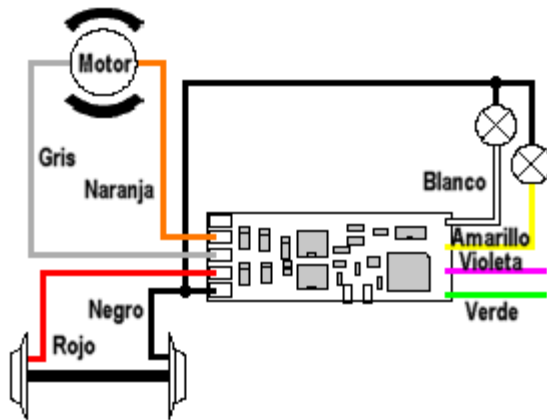
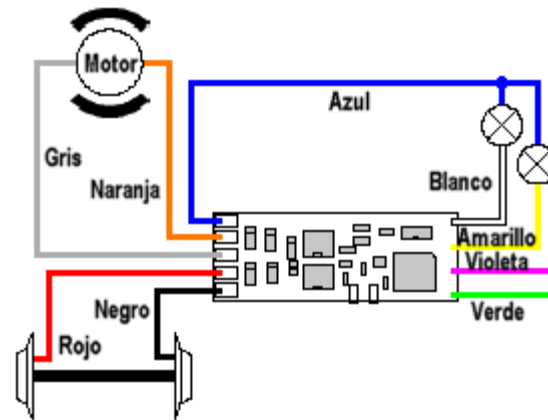

Figura 1: Alambrado del LE080 XS utilizando masa tomada de la vía
Figura 2: Alambrado del LE080 XS utilizando una masa flotante
Hay dos opciones de instalación eléctrica para instalar el LE080XS, dependiendo de cómo se haya construido la locomotora. Las 4 funciones pueden ser conectadas a la corriente de la vía como muestra la figura 1, o utilizando una masa flotante común como se muestra en la figura 2. También es posible una mezcla de ambas opciones. Si las bombillas para los faros de locomotora direccionales están flotando (aisladas de los frotadores de las ruedas y del chasis) e hizo la conexión de la figura 2, brillarán con más intensidad comparando con la opción mostrada en la figura 1. Además, los faros de locomotora direccionales funcionarán también operando en los diseños de corriente continua (DC) convencionales.